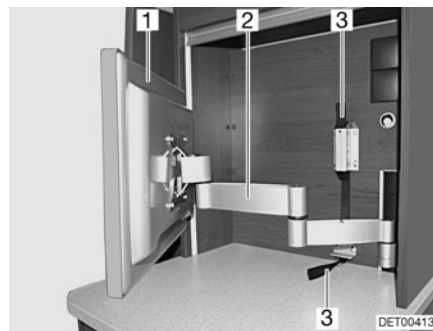

Fig. 83 Pantalla plana con brazo articulado
- Tirar de la cinta textil (Fig. 83,3) para desbloquear el brazo articulado (Fig. 83,2).
- Girar la pantalla plana (Fig. 83,1) a la posición deseada.